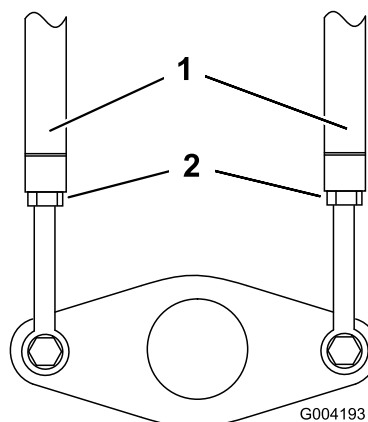

Figura 53
3. Afloje las contratuercas de las varillas de tracción, debajo del panel de control (Figura 53).